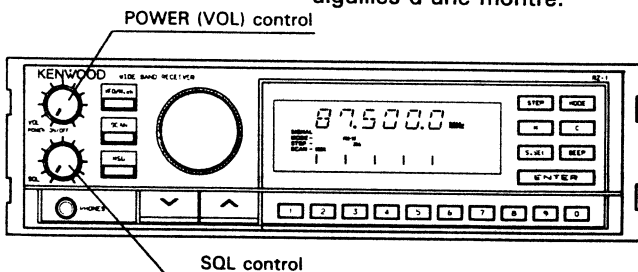

Fig. 1
- Positionner sur ON l'alimentation secteur puis tourner l'alimentation du récepteur sur ON. Après quelques secondes l'afficheur indiquera comme décrit Fig. 1 et quelques boutons et touches s'éclaireront.
Si l'afficheur n'est pas comme décrit Fig. 1 repositionner le microprocesseur selon la description Section 4-3-2. page 76 à 77.